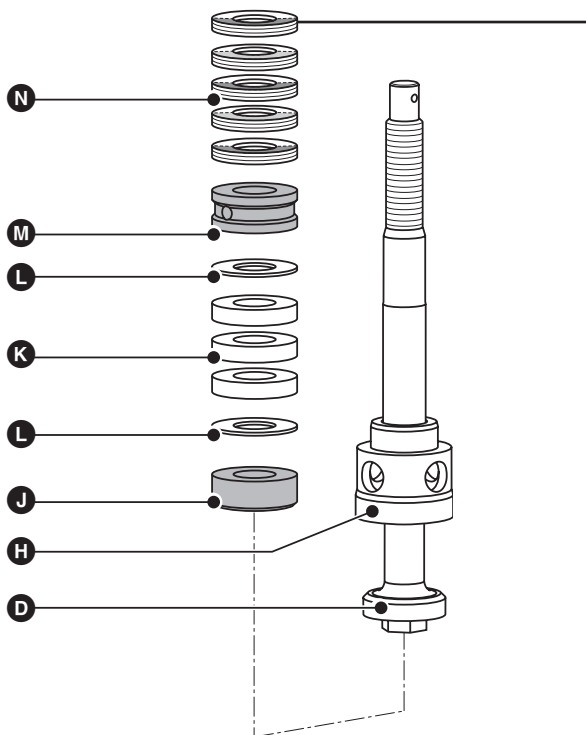

Рис. 5
16. Вставьте обратно внутренние части сальниковой набивки в порядке, указанном на стр. 24. **Рис. 5, Рис. 6**.
19. Вставьте обратно внутренние части сальниковой набивки в порядке, указанном на стр. 24. **Рис. 5, Рис. 6**.